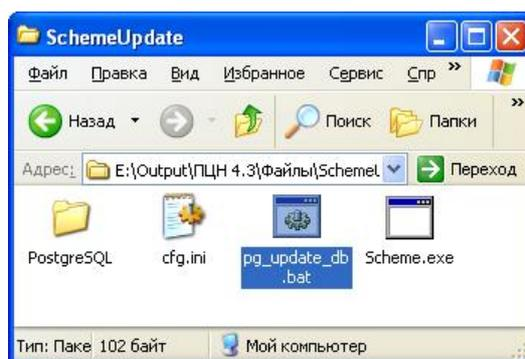

Рис. 4.2.23. Запуск файла обновления таблиц базы данных
- запустите на исполнение файл обновления таблиц базы данных *pg\_update\_db.bat*, который, по умолчанию, находится в папке *C:\Program Files\SchemeUpdate* (рис. 4.2.23).